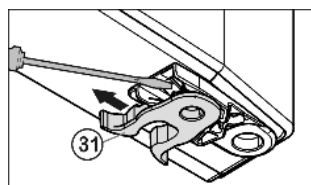

Fig. 7
- Pružinovou svorku Fig. 7 (31) přesadit: Stisknout zarážku pro uchycení, přesto stáhněte pružinovou svorku.